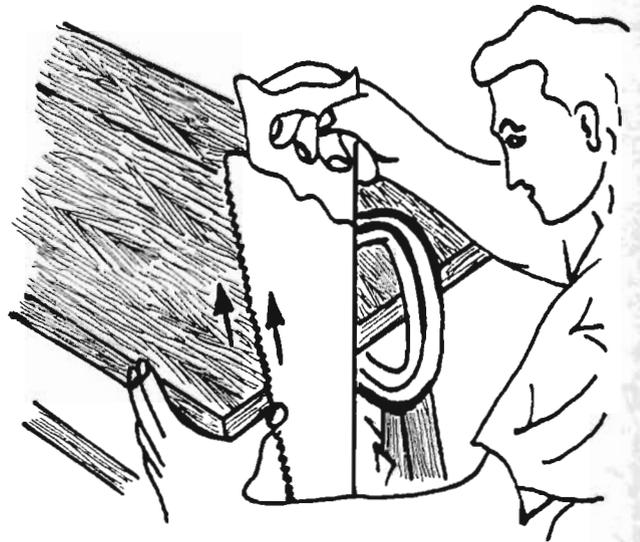

FIG. 4
- Sujete la pieza de madera en el banco y haga el corte, iniciando con el corte de ataque, continúe cortando hasta llegar al final. (Fig 4)